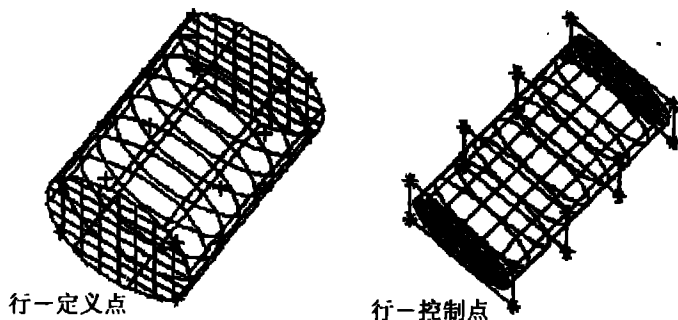

图 1.6 行闭合形式构面
- **Rows(行):** 定义点或控制点的第一行变为最后一行，如图 1.6 所示。